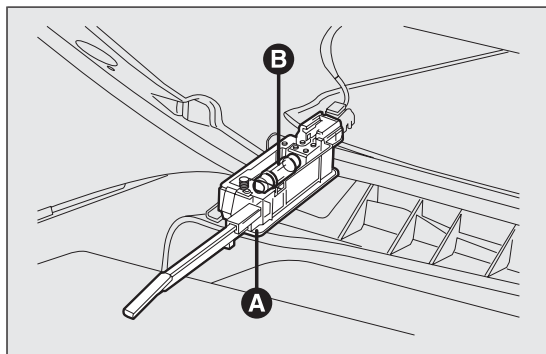

fig. 182
- ❑ aprire il cassetto portaoggetti, quindi estrarre la plafoniera A fig. 182;